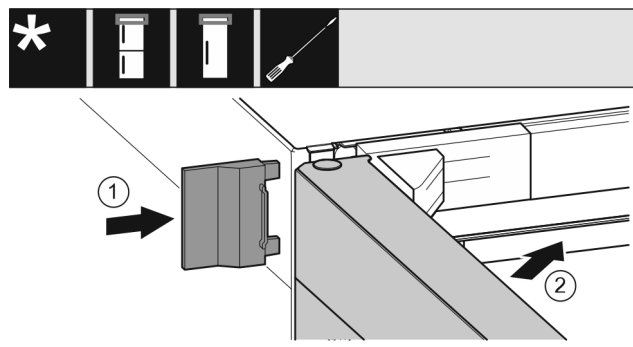

Fig. 28
- ▶ Insérer le cache extérieur Fig. 28 (1).
- ▶ Fermer la porte supérieure Fig. 28 (2).